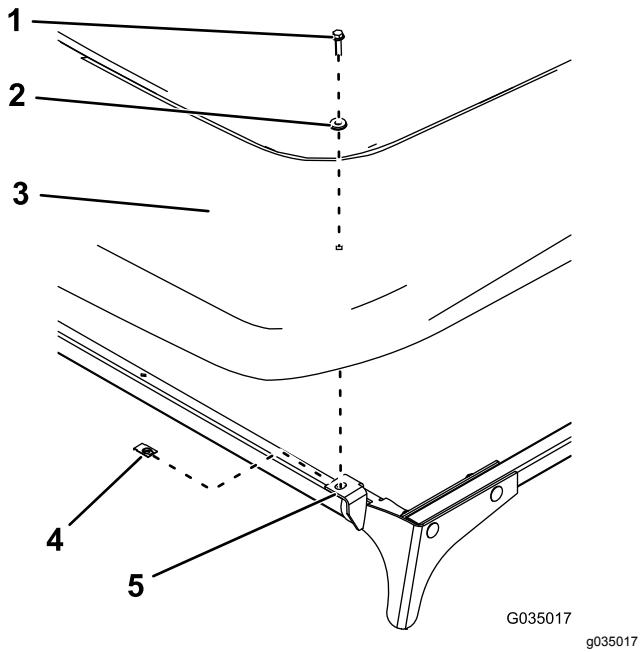

Bild 32
1. Befestigen Sie das Sonnendach mit zwei Clips, zwei Dichtungsscheiben und zwei Bundbolzen (1/4" x 1") an den vorderen Platten, wie in Bild 32 abgebildet.